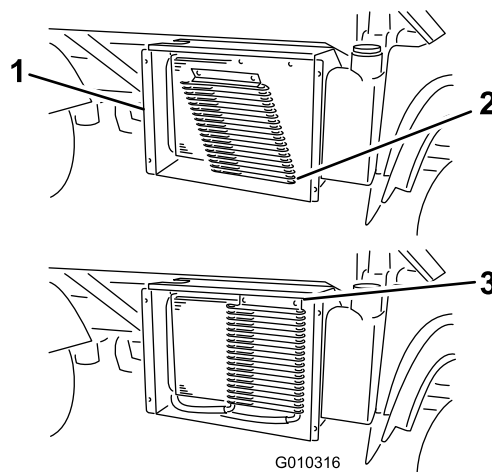

Figura 53
6. Dacă maina este echipată cu această componentă, rotii elementele de fixare i pivotai răcitorul de ulei departe de radiator (Figura 53).